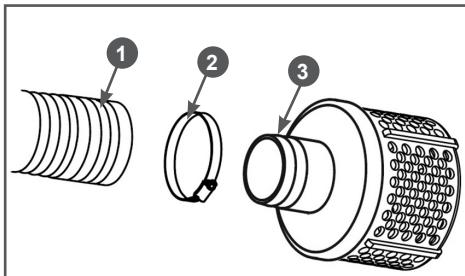

Рис. 13 Установка всасывающего фильтра
- Наденьте до упора всасывающий рукав 1 на патрубок 3 всасывающего фильтра и зафиксируйте его хомутом 2 (Рис. 13).